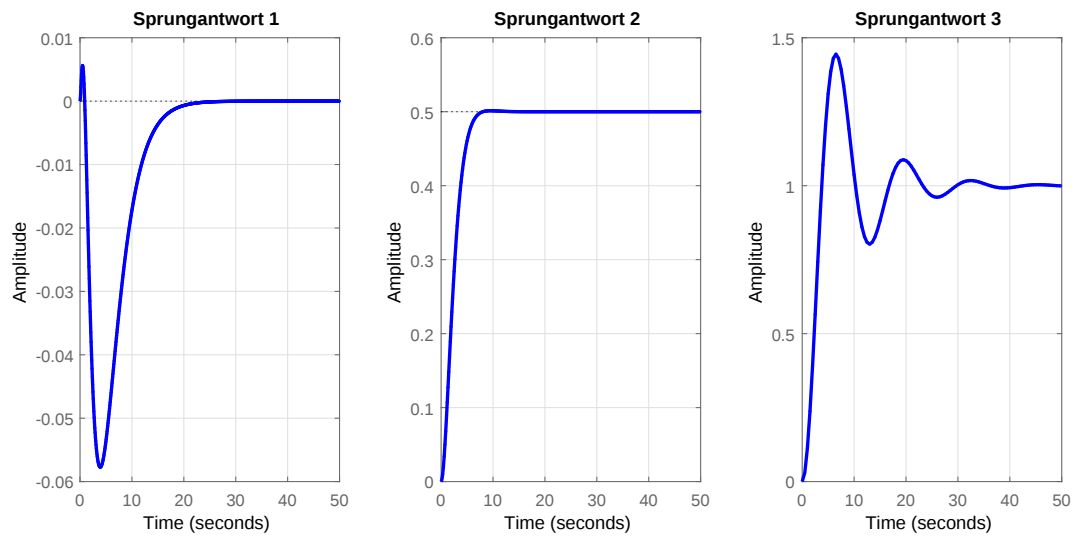

Abbildung 4
Abbildung 4 zeigt die Führungssprungantworten des gesamten Regelkreises für die unterschiedlichen Regler-Alternativen $G_{R2a}(s)$, $G_{R2b}(s)$ und $G_{R2c}(s)$:
- v) Nennen Sie anhand der drei Sprungantworten aus Abbildung 4 je eine Entwurfsforderung, die durch den jeweiligen Regler nicht erfüllt wurde.
- vi) Ordnen Sie die Sprungantworten aus Abbildung 4 den drei Reglern aus Codezeile 7–9 zu und begründen Sie Ihre Wahl kurz.